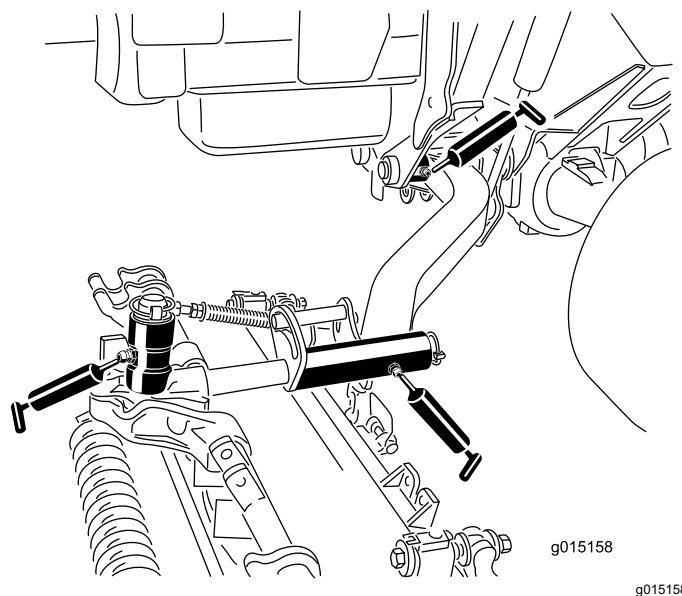

図 68
- 昇降アームのピボットブッシュカuttingユニット 1 台に 1ヶ所 図 68
- カuttingユニットのキャリアフレームカuttingユニット 1 台に 2ヶ所 図 68
- 昇降アームのピボットカuttingユニット 1 台に 1ヶ所 図 68